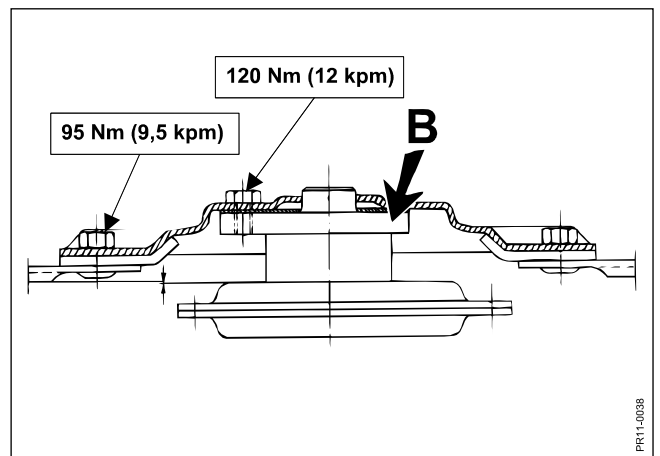

Fig. 5-15
- Fig. 5-15** Beachten Sie, dass für die Befestigung die folgenden Anziehdrehmomente einzuhalten sind: